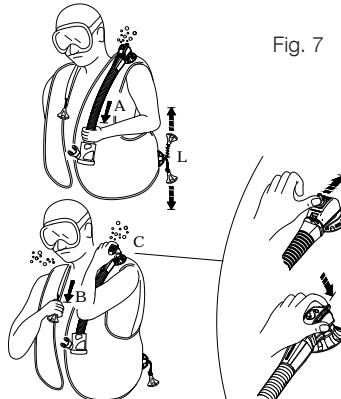

Fig. 7
- a. puxe suavemente o conjunto da mangueira (fig. 7 - A).
- b. prima o botão que se projeta para fora do invólucro da válvula (fig. 7 - C) (Patenteado): este sistema também pode ser útil para purgar o ar de outro mergulhador com problemas (pânico, mergulhador iniciante, inconsciência, etc.).
- A Válvula de Descarga Manual Dupla SCUBAPRO® (Patente) possui um botão manual de segurança que libera ar quando premido (fig. 7-C), em caso de falha do Sistema de Descarga Manual (cabo quebrado, pino, etc.).
### ***Válvula de Descarga Inferior (fig. 7 - L)***
Os dispositivos de deflação com a saída máxima de gás são a válvula de ressalto (fig. 7-B) e a válvula inferior (fig. 7-L).